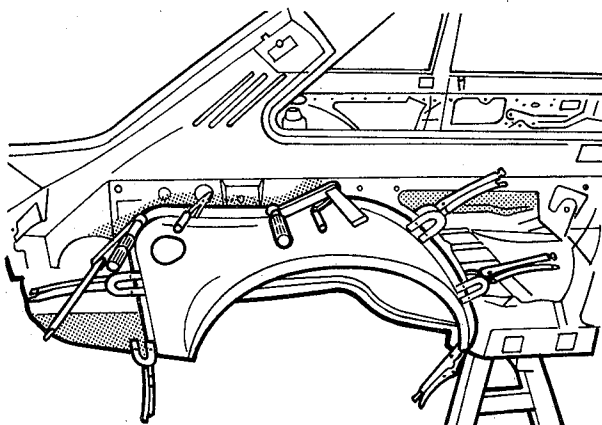

fig. 164
6. Posicionar o novo painel e fixá-lo com grampos (fig. 164)